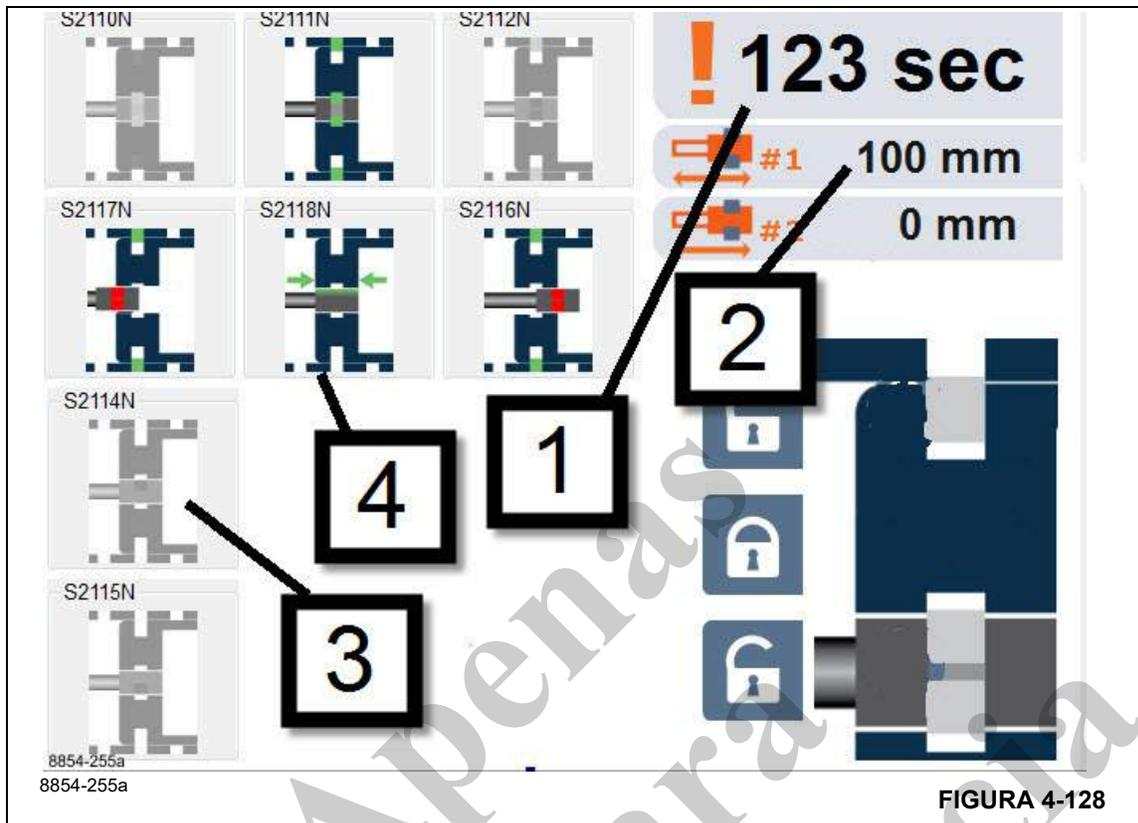

FIGURA 4-128
O programa de emergência tem um limite de tempo. O mostrador (1, Figura 4-128) exibe o tempo restante para a operação do programa de emergência.
Se o mostrador (2, Figura 4-128) exibir um valor obviamente irrealista, como -1.100 mm ou -3.61 pés, então há um erro
No mostrador, os itens 3 e 4 Figura 4-128 são exemplos de indicadores para as chaves de proximidade. O item 3 é a chave S2114N e é mostrado de uma maneira obscurecida. Isso significa que a chave foi considerada DESLIGADA. O item 4 é a chave S2118N e é mostrado em cores ativas; essa chave é considerada LIGADA.
- Retraia a seção telescópica lentamente e na medida do possível, consulte Tabela 4-1 para obter o valor esperado para o sensor de comprimento de precisão (Item 2 em Figura 4-128) quando as seções da lança estiverem totalmente retraídas.
Agora você pode mover o cilindro telescópico para a próxima seção telescópica, consulte a Tabela 4-3 para obter o valor esperado para o sensor de comprimento de precisão (Item 2 na Figura 4-128) quando o cilindro telescópico estiver próximo a uma conexão com uma seção da lança.
- O mostrador (2, Figura 4-128) exibe o comprimento para o ponto de travamento atual, consulte a Tabela 4-3